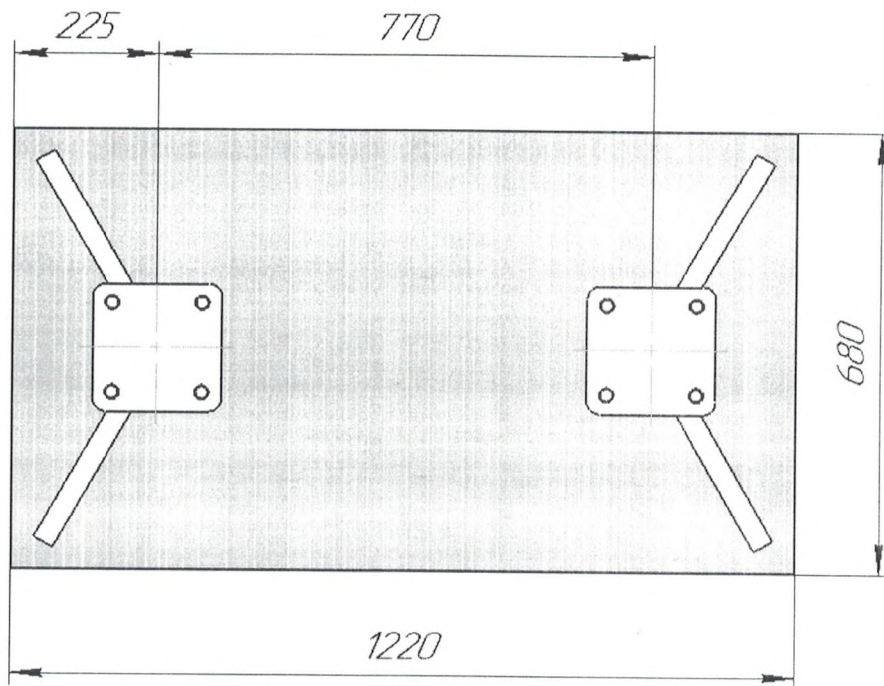

Рис.5 Схема фундамента
- разметить площадку (рис.5) и подготовить яму 1220х680х500;